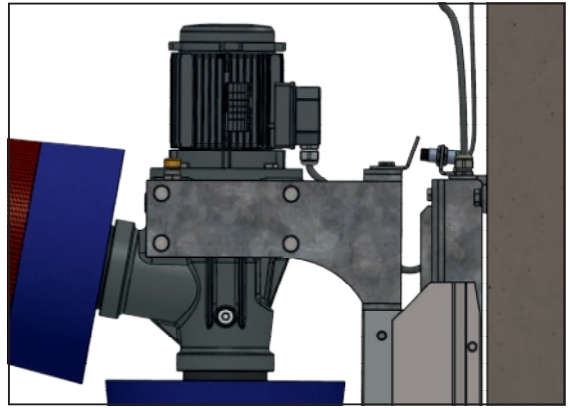

Рисунок 6. Длина кабеля А-В = 55 см, расстояние до датчика = 8-10 мм
7. Проверьте расстояние от датчика до флажкового выключателя (рис. 6).